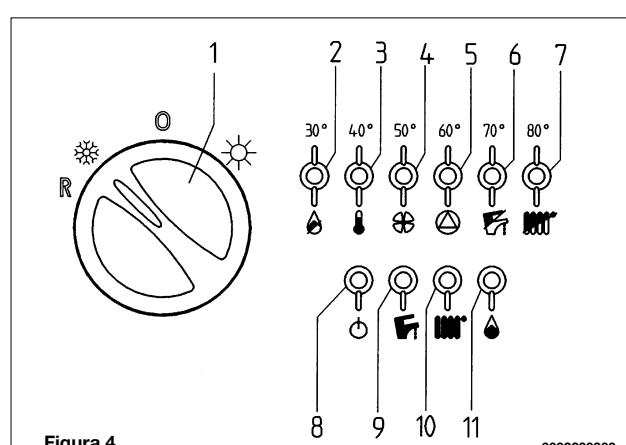

Figura 4
Si consiglia in questo caso di ripetere le operazioni di accensione, fino all'arrivo del gas al bruciatore, posizionando momentaneamente la manopola (1) in  (vedere anche figura 4).